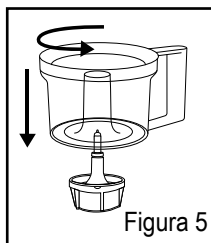

Figura 5
2. Coloque o recipiente de modo que as linguetas na base do acessório estejam alinhadas com as aberturas no recipiente. Gire o recipiente no sentido anti-horários até que façam um clique, travando em seu lugar e não gire mais (Figura 5).